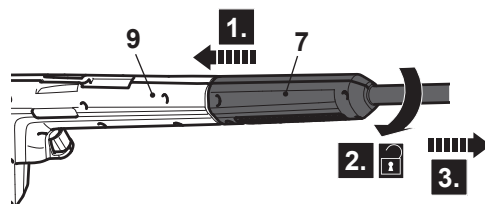

Fig. 7
2. Pressione a lança de extensão (7) para a pistola pulverizadora (9) (Fig. 7, etapa 1) e gire-a no sentido anti-horário (etapa 2) para removê-lo (etapa 3).